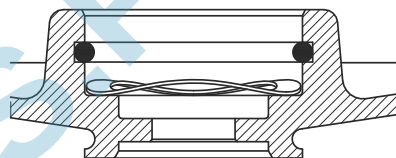

Fig. 9 Montage correct du ressort et du joint torique
1. Pousser le roulement (pos. 154) sur l'arbre (pos. 51).
2. Monter le ressort (pos. 158) et le joint torique (pos. 159). Voir fig. 9.